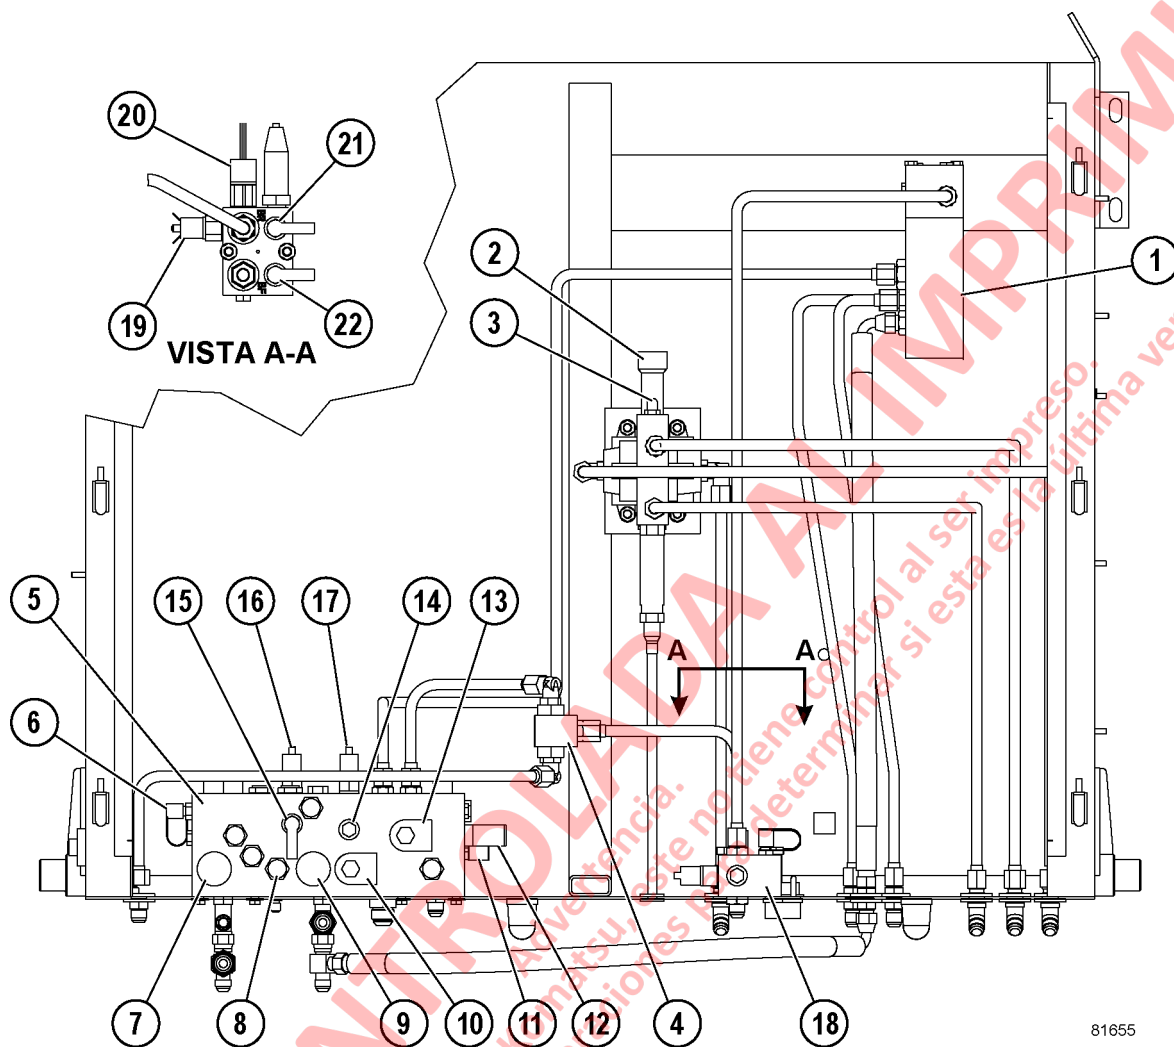

FIGURA 2-1. GABINETE DE FRENOS HIDRÁULICOS
frenos delanteros, el múltiple de frenos y los componentes eléctricos están ubicados en el gabinete de frenos hidráulicos detrás de la cabina (consulte Figura 2-1).
El solenoide del freno de estacionamiento (10, Figura 2-1) está energizado. El flujo de aceite se dirige desde el solenoide del freno de estacionamiento hasta los pistones del mismo para liberarse. El circuito del freno de estacionamiento está protegido contra aplicaciones fortuitas por medio del monitoreo de un sensor de velocidad del motor de tracción para determinar la velocidad respecto al suelo del camión. El freno de estacionamiento no se aplicará hasta que el camión esté prácticamente detenido. Así se elimina el daño al freno de estacionamiento y se extienden los intervalos de ajuste del freno.
La función principal del freno de trava es proporcionar un medio para que el operador sostenga el camión durante el proceso de carga y descarga. **El freno de trava solo se aplica a los frenos de servicio traseros.** También puede proporcionar un medio secundario para detener el camión en el caso de que fallara una válvula de freno. Al encender el interruptor del freno de trava montado en el panel de instrumentos, la válvula solenoide del freno de trava (13, Figura 2-1) y la válvula reductora de presión (12) aplicarán aceite de presión no modulada a 17 237 kPa (2500 psi) para accionar por completo los frenos traseros. La válvula de vaivén (4) en la línea del freno trasero proporciona la independencia de la válvula del pedal de freno para aplicarlo.
El circuito de advertencia está equipado con un indicador de presión baja del freno en el panel superior y una alarma en la cabina para alertar al operador que la presión de frenos descendió. Para detectar problemas en el sistema de frenos, se usan varios sensores eléctricos, un relé y un temporizador de retardo. Consulte la Figura 2-1 para las referencias de los siguiente componentes: